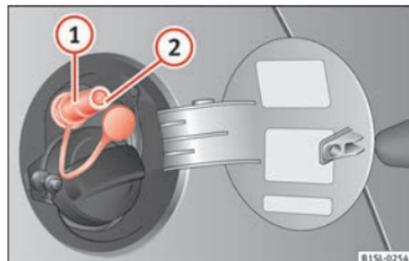

Abb. 104 Geöffnete Tankklappe: Gas-Einfüllstutzen (1), Dichtring des Einfüllstutzens (2).
- Öffnen Sie den Gas-Einfüllstutzen »» **Abb. 104** .